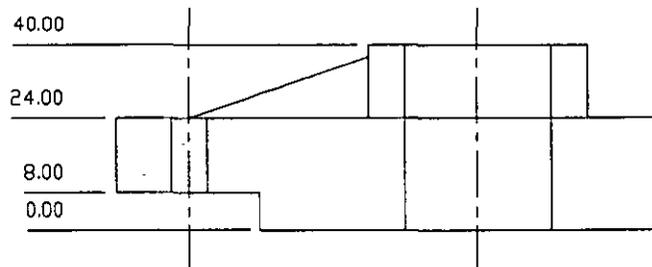

Figura 6-32. Dimensiones de ordenada Y-Datum terminadas
- En la señal Select Feature, elija la intersección indicada por el punto P1 en la Figura 6-32.
Alinee Leader Endpoint para que las dimensiones de ordenadas estén alineadas una sobre otra, como se muestra en la Figura 6-32.
Alinee Leader Endpoint para que las dimensiones de ordenadas estén alineadas una sobre otra, como muestra la Figura 6-32.